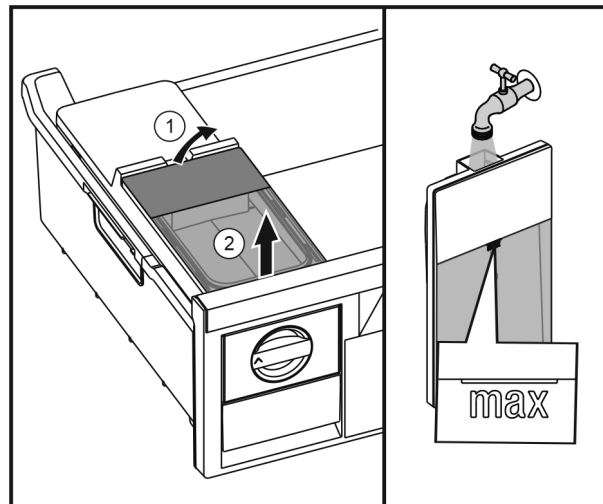

Fig. 44
- ▶ Sollevare il serbatoio dell'acqua da dietro Fig. 44 (1) e rimuoverlo sollevandolo Fig. 44 (2).